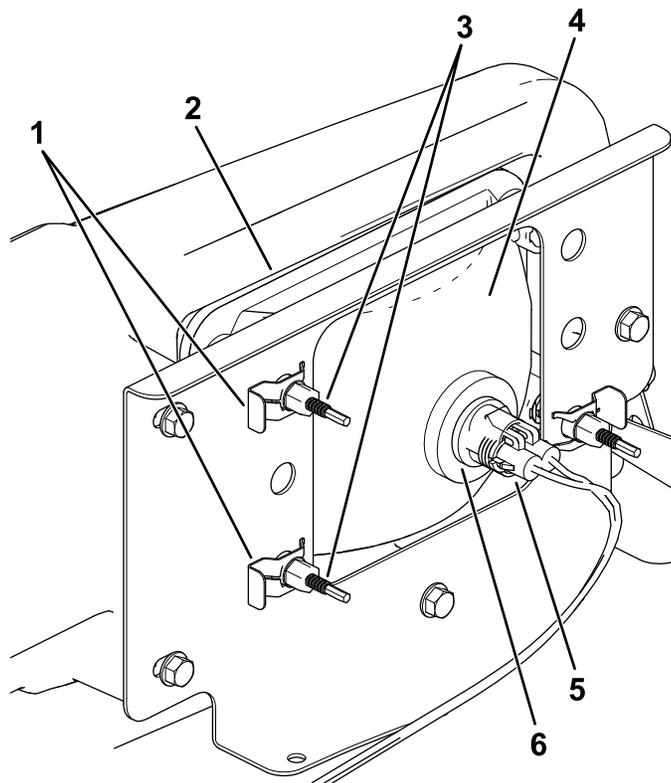

図 43
3. ランプアセンブリのコネクタから、ハーネス用のコネクタを外す 図 43。
4. ヘッドライトをヘッドライトブラケットに固定しているスピードクリップを外す 図 43。
5. ヘッドライトアセンブリ全体を前に押し出して、前バンパーから外す 図 43。
6. 取り付け穴に新しいヘッドライトを取り付ける 図 43。
8. ハーネス用のコネクタを、新しいランプアセンブリのコネクタに接続する 図 43。
5. ヘッドライトアセンブリの裏側部分にある調整ねじ **図 43**を回してヘッドライトアセンブリの角度を変えてビームの方向を調整する。